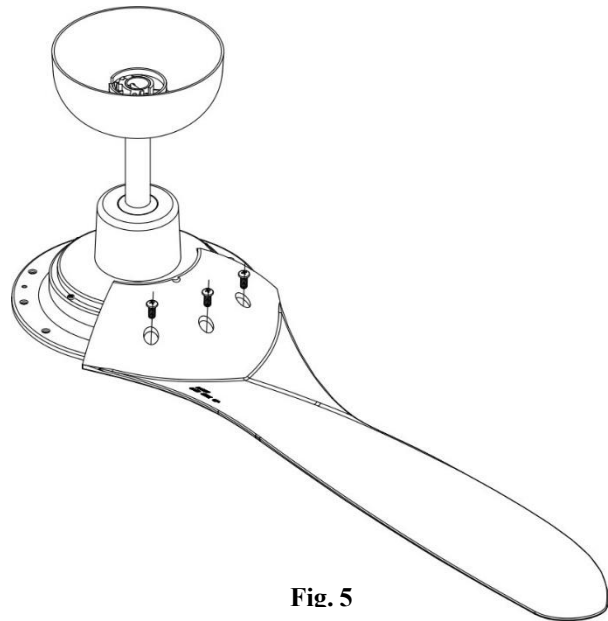

Fig. 5
- 팬 모터 조립체에서 날개 나사 3 개를 제거합니다. (Fig 5)